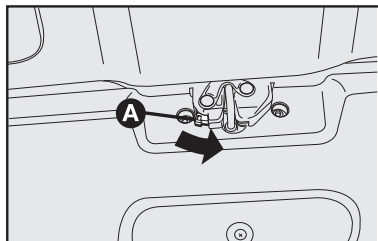

fig. 96
- Dentro do compartimento de bagagens junto a fechadura, atuar na trava de abertura **A** no sentido da seta, **fig. 96**.